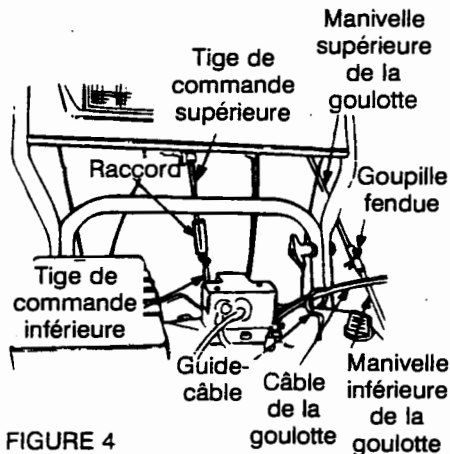

FIGURE 4
- Abaissez le raccord de la tige de commande sur l'extrémité de la tige de commande inférieure. Voir la Figure 4. Frappez sur le raccord jusqu'à ce qu'il s'emboîte sur la tige de commande inférieure.
supérieure dans la manivelle inférieure. Alignez les trous et maintenez en place avec la goupille-épingle. Voir la Figure 4.
- S'il ne sont pas déjà installés, insérez les câbles, allant du tableau de bord à la goulotte, dans le guide qui se trouve sur le moteur. Voir la Figure 4.